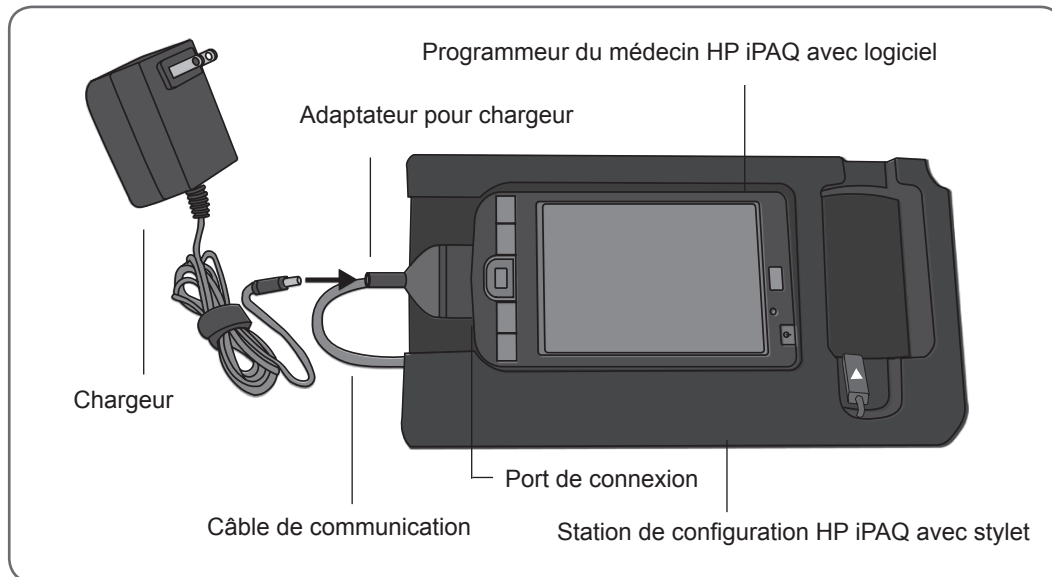

Figure 7-1 : Configuration du chargement et de l'installation du PDA.
1. Placez le programmeur dans la station de configuration avec l'écran tactile vers le haut et le port de connexion vers la gauche. Reportez-vous à la Figure 7-1.
1. Connectez le chargeur du programmeur du client à l'adaptateur pour chargeur sur le câble de communication. Reportez-vous à la Figure 7-1.